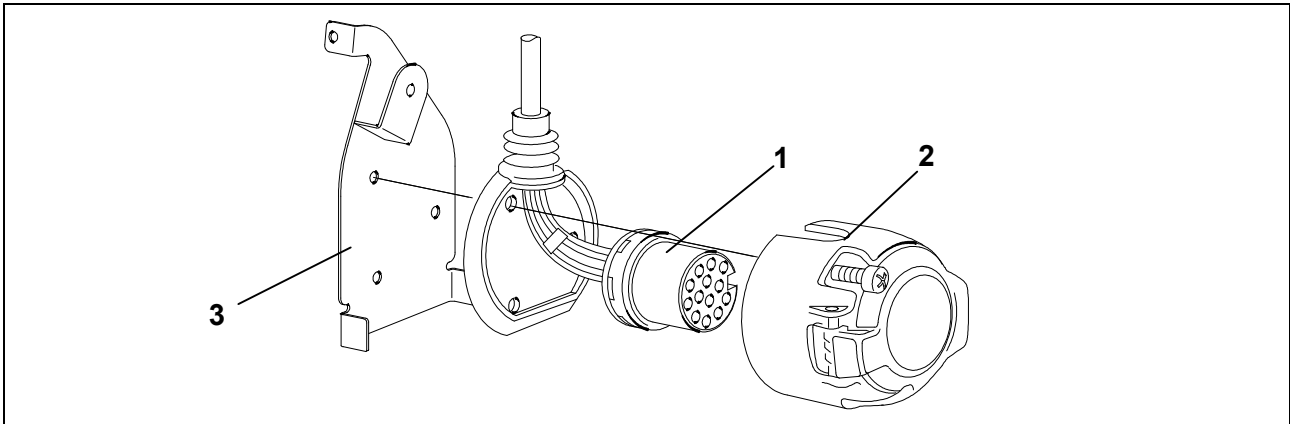

Fig. 2 : montaggio della presa
6. Inserire il contatto ad innesto (Fig. 2/1) nel corpo della presa (Fig. 2/2) e avvicinare la guarnizione di gomma alla presa.
7. Fissare la presa al supporto (Fig. 2/3) mediante le viti fornite in dotazione.